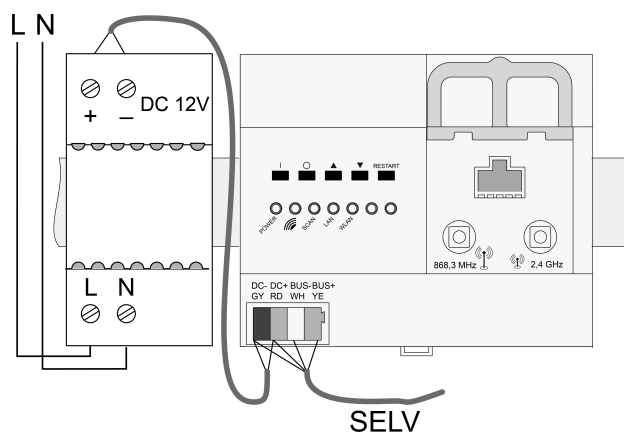

Figure 3: Schéma de raccordement
- Raccorder l'appareil conformément au schéma de raccordement (Figure 3).